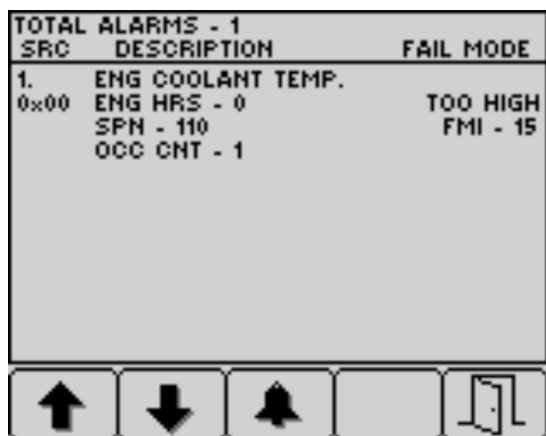

Figura 39
4. Pulse el botón 5 para salir de la lista de fallos activos y regresar a la pantalla de inicio (Figura 39).
5. Pulse el botón 5 para salir de la lista de fallos activos y regresar a la pantalla principal; consulte la Figura 39 en Mensajes de aviso del motor \(página 37\).